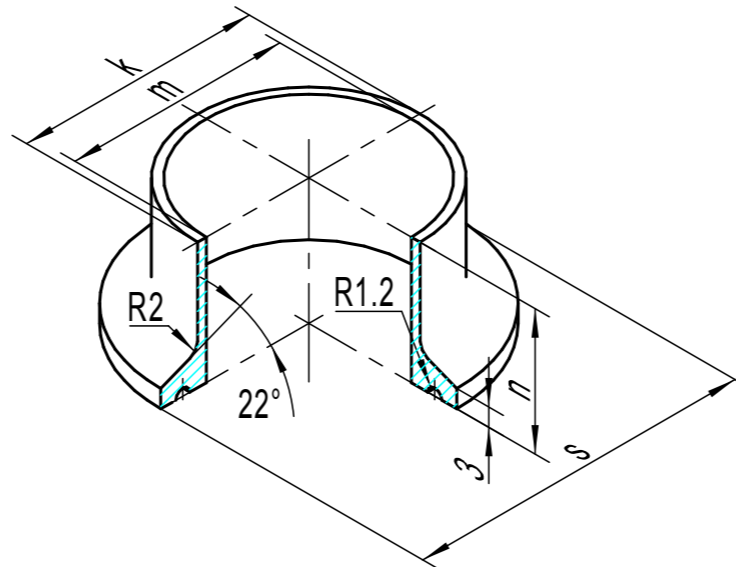
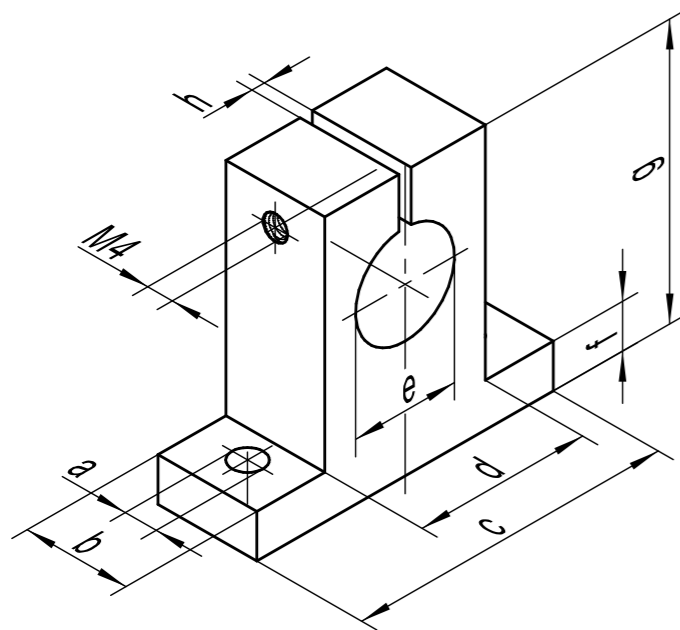

图2 零件示意图
图1 零件示意图
(二) 用游标卡尺测量图2零件示意图中 k、m、n、s 各尺寸(保留小数点后1位), 填入表2中。其中尺寸 k、m、s 按直径表示。
(一) 草绘图1零件示意图对应零件的零件图。要求如下:
- 技术要求: “①零件加工表面上不应有擦伤、划痕; ②锐角倒钝 C0.3; ③零件表面喷丸、氧化处理; ④未注公差尺寸按 GB/T1804-2000。”
- 图1中通孔 e 与底面平行度为 0.04mm。
(二) 草绘图2零件示意图对应零件的零件图。要求如下:
- 技术要求: “①零件加工表面上不应有擦伤、划痕; ②锐角倒钝 C0.3; ③未注公差尺寸按 GB/T1804-2000。”
- 图2中内孔 m 与底面垂直度为 0.06mm。
- 图2内孔 m 表面粗糙度为 Ra3.2, 其余表面为 Ra6.3。
考试时, 工作人员向考生发放图1、图2零件示意图对应的零件实物。
(一) 用游标卡尺测量图1零件示意图中 a、b、c、d、e、f、g、h 各尺寸(保留小数点后1位), 填入表1中。其中尺寸 a、e 按直径表示。